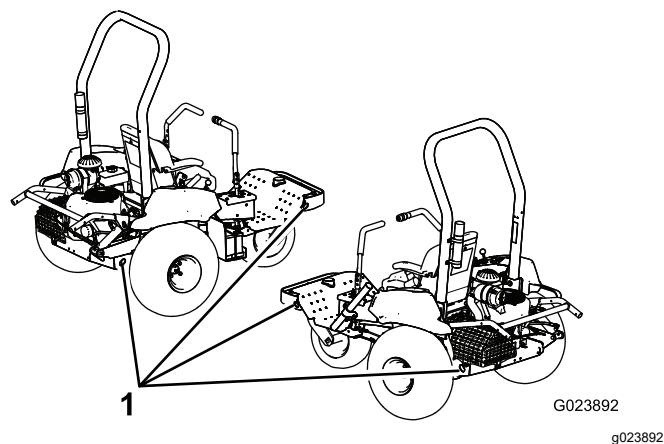

Figura 25
5. Utilice los puntos de amarre de la máquina (Figura 25) para sujetar la máquina firmemente al vehículo de transporte con correas, cadenas, cables o cuerdas.